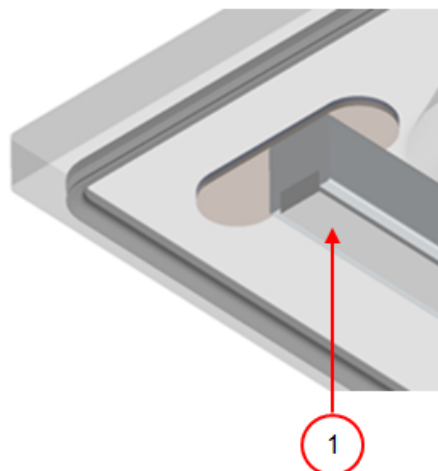

Abbildung 6: Austausch des Silikongummis der Silikonhalter
1. Ziehen Sie das alte Silikongummi vom Halter ab, vgl. *Abbildung 6: Austausch des Silikongummis der Silikonhalter* auf Seite 31.